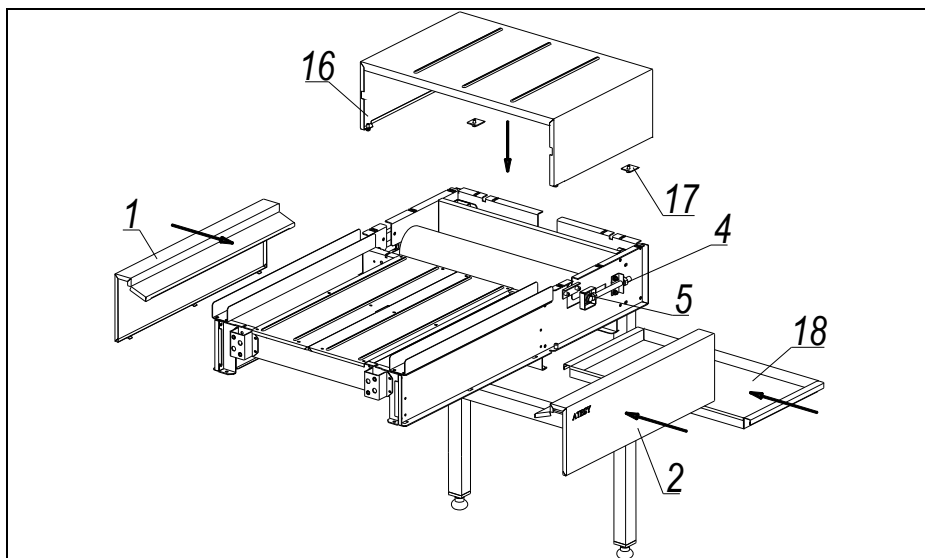

Рис.8
- **Рис.8.** Кожух (поз.16) крепить к каркасу модуля при помощи крепежа М6 (болт М6х14, шайба Ø6 , гровер Ø6) и фиксаторов (поз.17).Задвинуть поддон (поз.18).